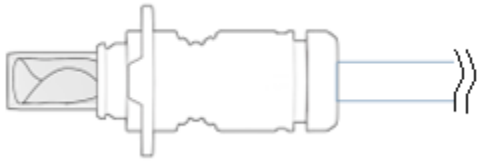

Figure 6. Inspection de l'implant (dans la canule de chargement).
- Vérifier visuellement l'intégrité de l'implant (dans la canule de chargement). Aucun pli, froissement ou déchirement ne devrait être observé, voir Figure 6.